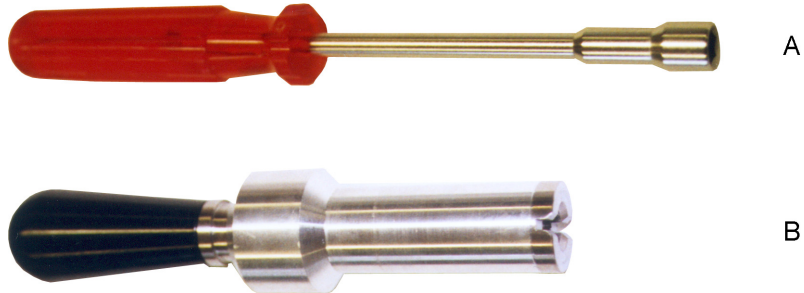

Abb. 4-5 Werkzeug zum Ausbau der Grundplatte
- 5** Stecken Sie den Haltegriff für die Grundplatte (Pos. B in Abb. 4-5, ) 73) auf den Bolzen (Pos. B)
- 6** Entfernen Sie mit dem Steckschlüssel (Pos. A in Abb. 4-5, ) 73) die Hutmutter (Pos. C) und fahren Sie die Grundplatte senkrecht nach unten aus
- 2** Stecken Sie den Haltegriff für die Grundplatte (Pos. B in Abb. 4-5, 73) auf den Bolzen (Pos. D) und nehmen Sie die Grundplatte vom Tischhalter.